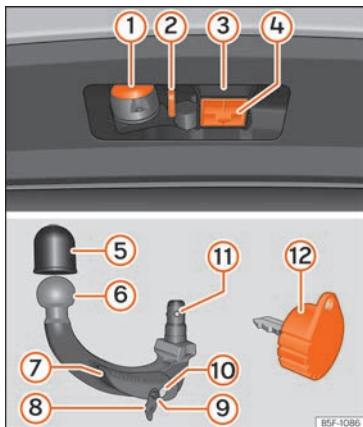

Abb. 182 Halterung der Anhängervorrichtung / Anhängerkupplung / Schlüssel
- Der obere Bereich der Aufnahme der Anhängerkupplung ist mit Schmierfett versehen »» Abb. 182 ③. Wenn Sie die Vorrichtung verwenden, stellen Sie sicher, dass das Fett nicht entfernt wurde.
- Den Verschlussdeckel der Hakenaufnahme »» **Abb. 182** (4) nach unten abnehmen.